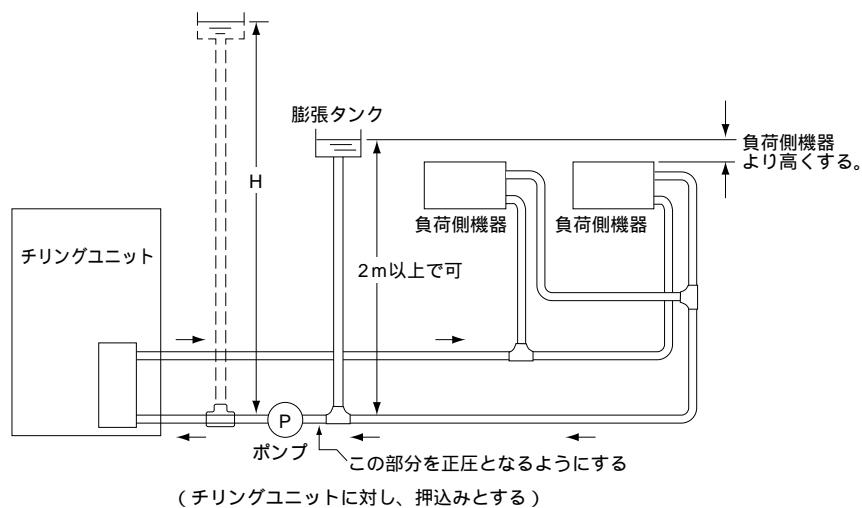

図5-2 膨張タンクとポンプの位置
2) 膨張タンクは図5-2に示すようにポンプの吸込口に設けることを原則とすること。ポンプの出口側に破線のように接続すると水回路の抵抗よりHを大きくしてポンプの吸込側が常に正圧となるようにすること。